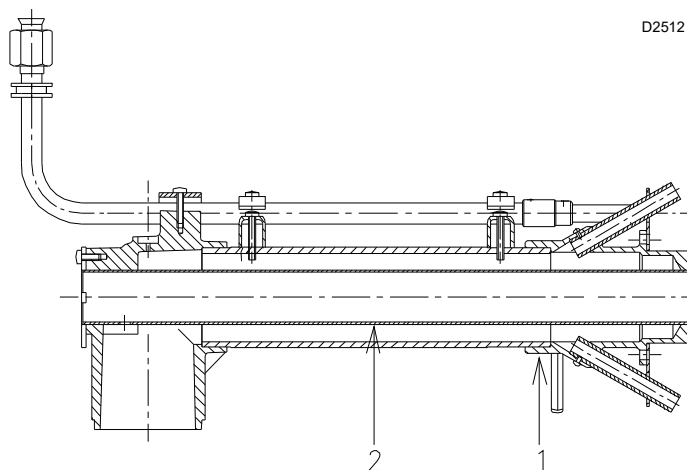

Fig. 1
- sustituir el grupo distribuidor 1) y el tubo central 2) con los que se suministran en dotación (Fig. 1).